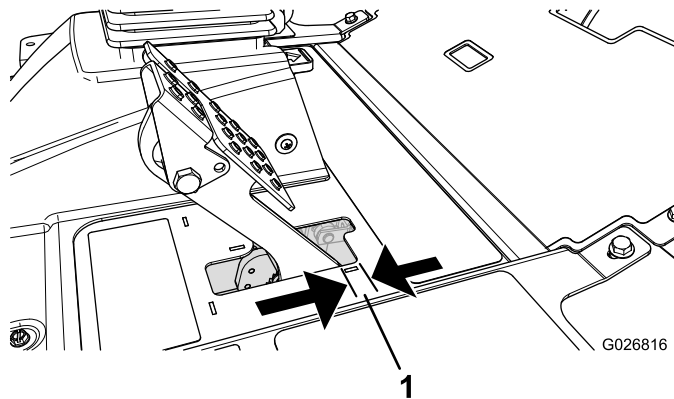

图64
当刹车踏板的自由行程（图64）超过 2.5cm 时，或需要施加更大保持力时，应调节刹车。自由行程是您感到刹车阻力之前，刹车踏板移动的距离。
- 紧固后螺母，向后移动拉线，直到车轮被锁定时，刹车踏板的自由行程（图64）达到 6~13 mm。